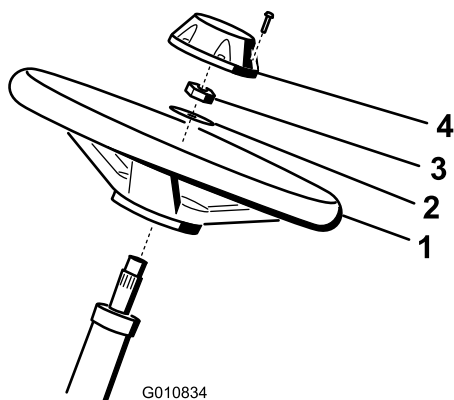

图5
- 将方向盘滑入转向轴（图5）。
- 将垫圈滑入转向轴（图5）。
- 使用锁紧螺母将方向盘固定到转向轴上，上紧扭矩至 $27 \sim 35 \text{ N} \cdot \text{m}$ （图5）。
- 将中心盖安装到方向盘上，并用 6 个螺栓固定（图5）。